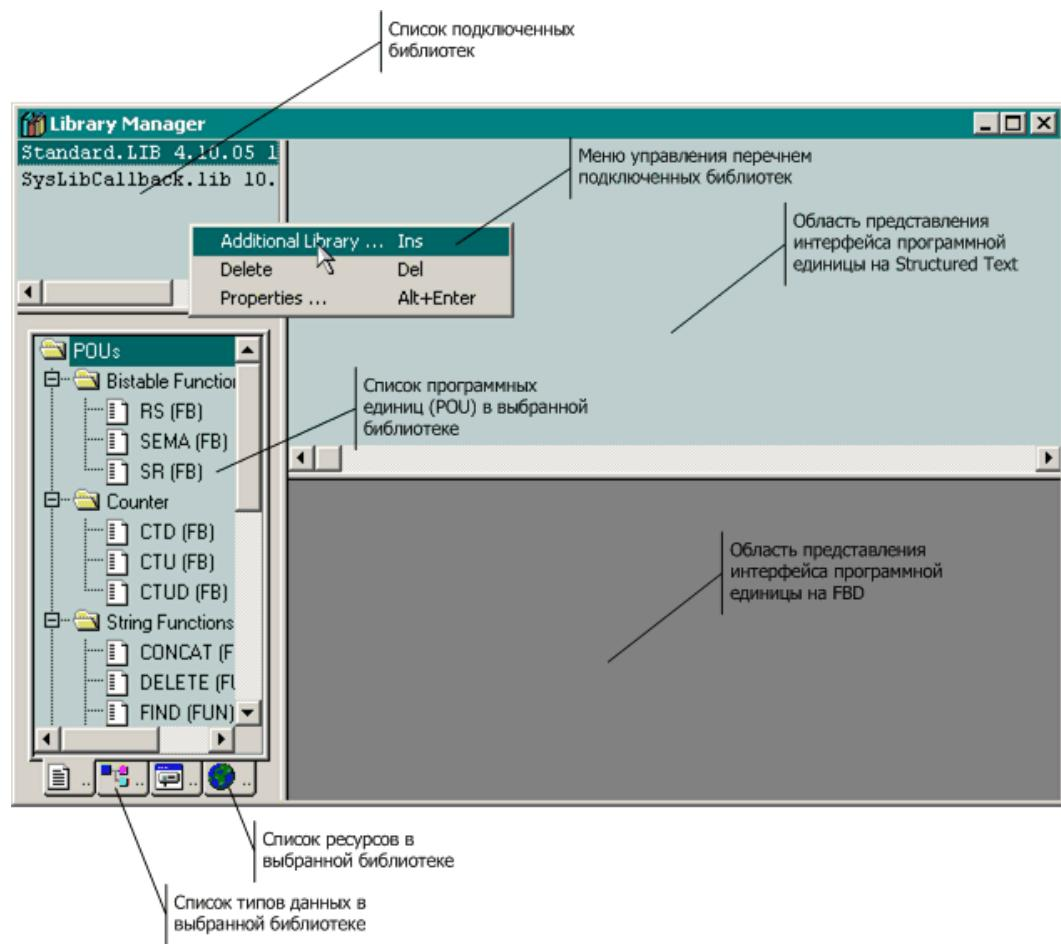

Рис. 41. Окно ресурса Library Manager
1. Щелкните на вкладке **Resources** в левой части главном окне CoDeSys, после чего дважды щелкните на значке ресурса **Library Manager** в списке ресурсов проекта. На экран будет выведено окно менеджера библиотек **Library Manager**, показанное на рис. 41.